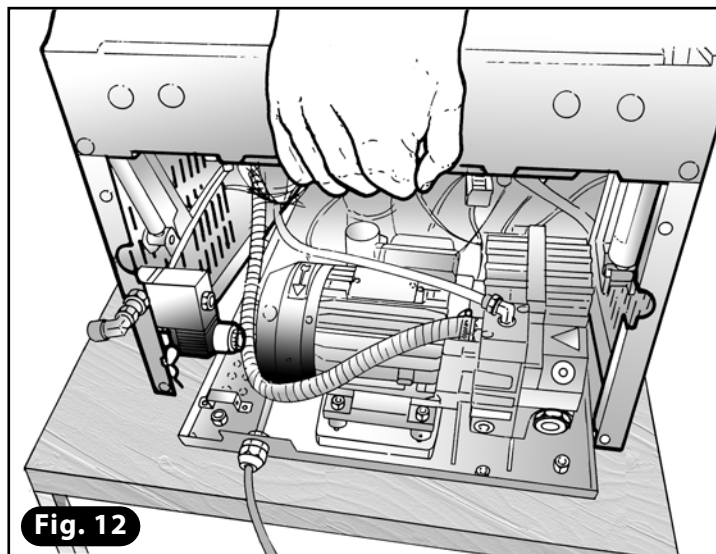

Fig. 12
- 18) Abaisser la carcasse sur la base en prenant soin de vérifier que la position soit correcte (Fig. 12).